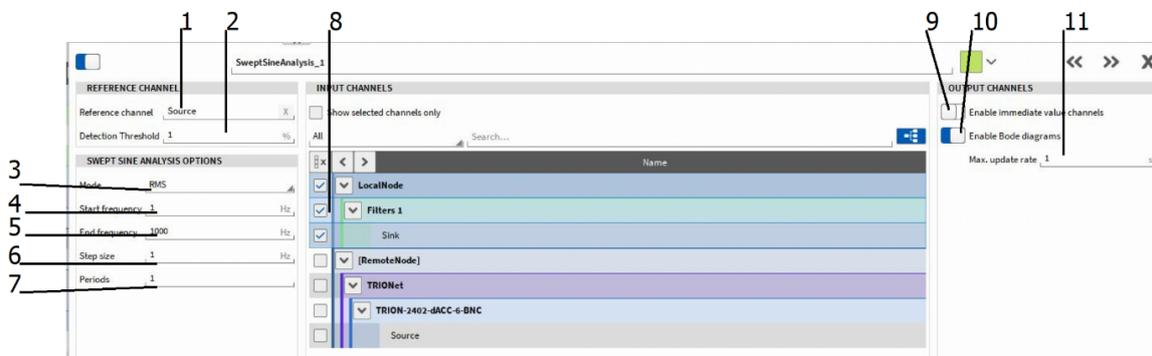

Abb. 7.137: Einstellungen der Swept-Sine-Analyse – Übersicht
- *ChannelName_iRMS* oder *ChannelName_iPeak*: Zeitkanal; enthält die Amplitude (RMS oder Zero-to-Peak Level abhängig von der Auswahl in ③ in Abb. 7.137) des Signals mit entsprechendem Zeitstempel; die Amplitude referenziert nur auf die Signalkomponenten der Grundfrequenz; kann einem Rekorder (siehe *Rekorder*), Digitalanzeige (siehe *Digitalanzeige*) oder Ähnlichem zugewiesen werden.
Zero-to-Peak Level abhängig von der Auswahl in ③ in Abb. 7.137) des Signals mit entsprechendem Zeitstempel; die Amplitude referenziert auf die Signalkomponenten des gesamten Signals; kann einem Rekorder (siehe Rekorder), Digitalanzeige (siehe Digitalanzeige) oder Ähnlichem zugewiesen werden
- *ChannelName_RMS* oder *ChannelName_Peak*: Frequenzkanal; enthält die Übertragungsfunktion (RMS oder Zero-to-Peak Level abhängig von der Auswahl in ③ in Abb. 7.137) des Signals für die aktuelle Frequenz; die Amplitude referenziert nur auf die Signalkomponenten der Grundfrequenz; kann einem FFT-Instrument zugewiesen werden um die Daten darzustellen
- *ChannelName_UFRMS* oder *ChannelName_UFPeak*: Frequenzkanal; enthält die Übertragungsfunktion (RMS oder Zero-to-Peak Level abhängig von der Auswahl in ③ in Abb. 7.137) des Signals für die aktuelle Frequenz; die Amplitude referenziert nur auf die Signalkomponenten des gesamten Signals; kann einem FFT-Instrument zugewiesen werden um die Daten darzustellen